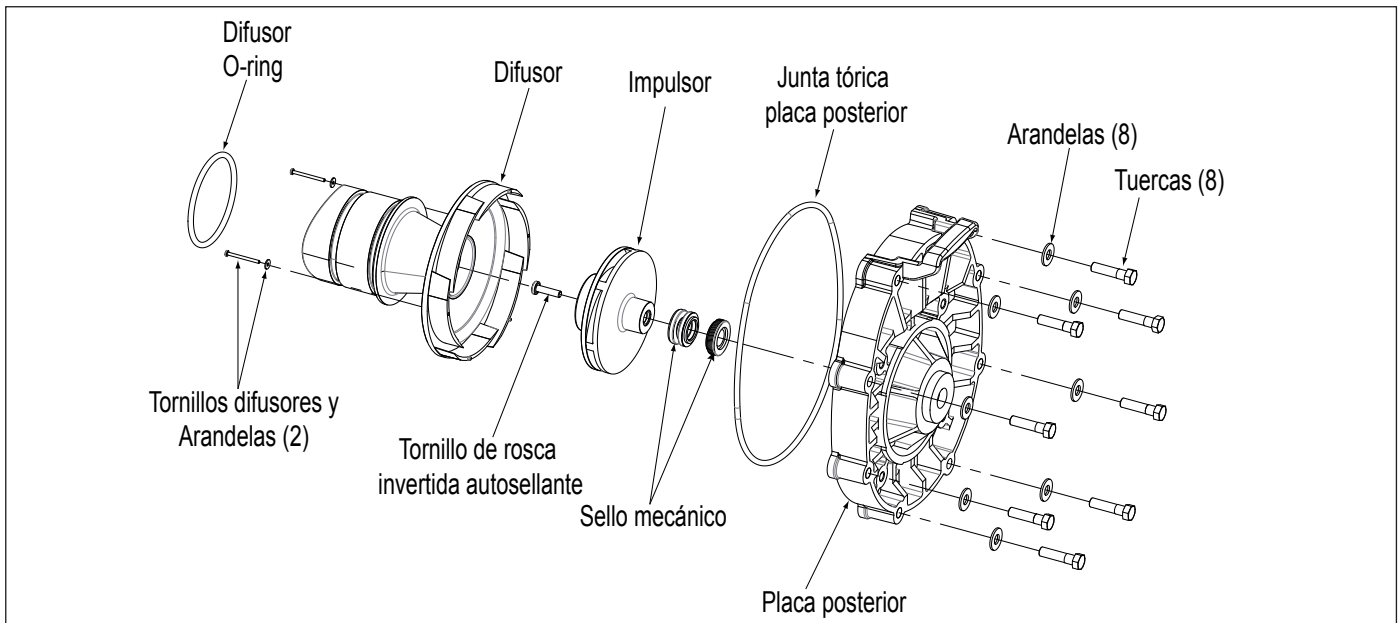

Figura 14. Plano de despiece del Difusor e Impulsor
10. Inspeccione el impulsor y el difusor por signos de roce y/o daños. Refiérase a la Figura 14.